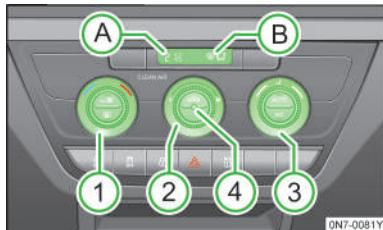

图 107
- 按压按钮 AUTO » 图 107, 见第 68 页。
- A/C » 图 107, 见第 68 页已接通。
- 开启空调旋钮 2 » 图 107, 见第 68 页。
- 调节左侧温度旋钮 » 图 107, 见第 68 页至 Lo, 调节至外循环模式。等待 10 秒左右，关闭鼓风机。
! 车内温度传感器位于»图 107④。不要贴盖和覆盖此传感器，否则会对全自动空调产生不利影响。
向左或右转动调整旋钮②»图 107，见第 68 页，可以降低或提高鼓风机调速档。如果将鼓风机调整档降到最小，则全自动空调关闭。